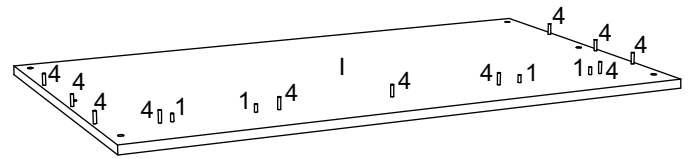

рис. 2
В столешницу (I) в соответствующие отверстия вставить шканты (1) и вкрутить дюбеля эксцентриков (4) (рис. 2).